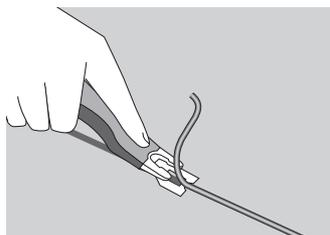

Fig. 1 - Guida di livellamento sotto la lama
**Prima fase:** Eseguire una prima rifilatura posizionando la guida di livellamento sotto la lama del coltello MOZART (fig. 1)